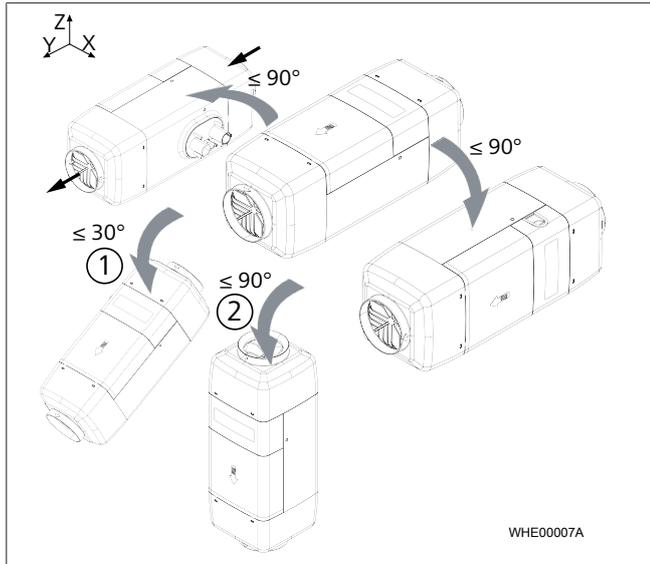

Fig. 3 Tillatt monteringssted
- ✓ Sørg for korrekt monteringssted. Se Fig. 3.